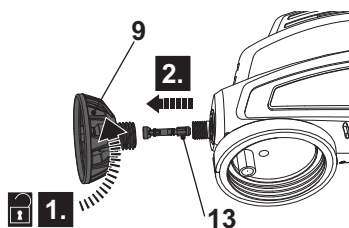

Fig. 9
- > Desenrosque la tapa de la boquilla (9) con la mano en sentido contrario a las agujas del reloj y retire la válvula (13) (Fig. 9).